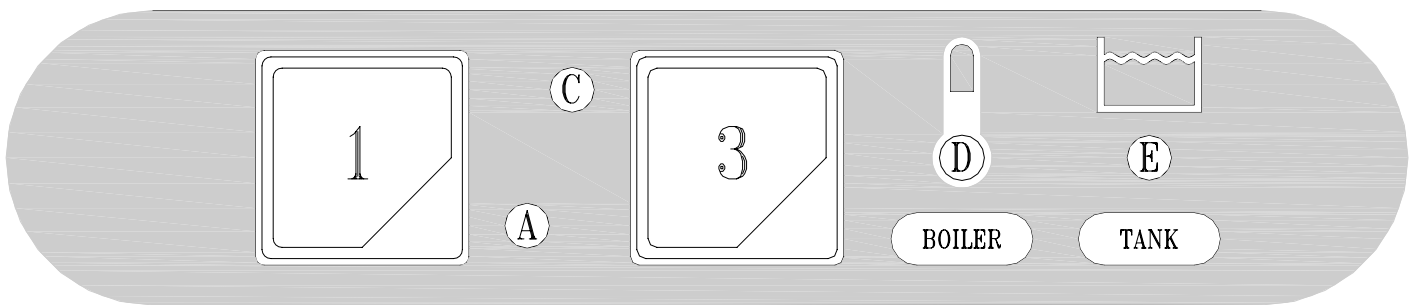

Fig. 3-2
- A riempimento avvenuto, aprire la porta (I) e introdurre il detersivo (ca. 2 gr. Per litro di capacità della vasca). Inserire il cesto (L) carico e chiudere la porta (I). A questo punto premere il pulsante START (3) (almeno per 2 secondi) e avrà inizio il ciclo di lavoro visualizzato dalla lampada spia (C): a fine del ciclo coincide con lo spegnimento di questa spia. Per spegnere la macchina si dovrà disinserire l'interruttore (1) portandolo nella posizione (0) spia (A) spenta. (fig.3-2÷3-3).
- When the water intake cycle is complete, open the door (I) and add detergent (about 2 g. per litre of tank capacity). Position the full basket (L) and close the door (I). Now press the START button (3) (at least for 2 seconds) and the wash cycle displayed by light (C) will start. When the cycle is over, this light goes out. To turn off the appliance, turn the switch (1) to 0. Light (A) indicates the appliance is off (fig.3-2÷3-3).
- Nach erfolgter Füllung die Tür (I) öffnen und das Spülmittel einfüllen (ca. 2g/l Fassungsvermögen des Spülbehälters) Den gefüllten Geschirrkorb (L) einsetzen und die Tür (I) schließen. Nun die START-Taste (3) mindestens 2 Sekunden lang drücken, und das Spülprogramm beginnt, die Kontrolllampe (C) leuchtet auf und am Programmende erlischt die Kontrolllampe. Um das Gerät auszuschalten, muß der Schalter (1) auf die Position 0 gestellt werden, die Kontrolllampe (A) erlöscht (fig.3-2÷3-3).
- Lorsque le remplissage est terminé, ouvrir la porte (I) et verser le détersif (environ 2 g pour chaque litre remplissant la cuve). Introduire le panier (L) plein et fermer la porte (I). A ce stade, presser le bouton-poussoir START (3) (au moins 2 secondes) et le cycle de fonctionnement commencera, visualisé par la lampe-témoin (C). La fin du cycle coïncide avec l'extinction de ce voyant. Pour arrêter la machine, il faudra débrancher l'interrupteur (1) en le ramenant sur la position 0: lampe-témoin (A) (fig.3-2÷3-3).
- Después del llenado, abra la puerta (I) y vierta el detergente (2 gramos aproximadamente por litro de capacidad de la cuba). Introduzca el cesto (L) carga y cierre la puerta (I). Pulse ahora START (3) (almenos durante 2 segundos) para arrancar el ciclo de trabajo: se enciende la luz testigo (C), que se apagará al final del ciclo. Para apagar la máquina desconecte el interruptor (1): posición 0, luz testigo (A) apagada (fig.3-2÷3-3).